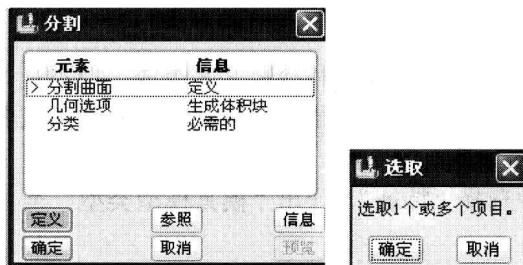
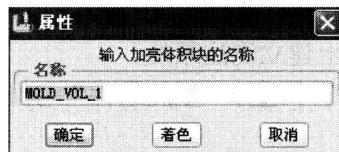

图 1-26 “分割”菜单
图 1-27 “属性”对话框
- ① 两个体积块：分割成两个元件。
- ② 一个体积块：分割一侧作为一个元件。
- ③ 所有工件：分割模具型腔组件的所有工件。
- ④ 模具体积块：分割一个模具元件体积块。
- ⑤ 选择元件：分割选定的元件。
(2) 在菜单管理器中选择“两个体积块”→“所有工件”→“完成”命令，弹出“分割”菜单，如图 1-26 所示。
在图 1-26 中选择合适的分模面，单击“确定”按钮，弹出“属性”对话框，如图 1-27 所示。
(3) 在图 1-27 中的“名称”选项中输入分割出来的第一个模具体积的名称，然后单击“确定”按钮。再次弹出如图 1-27 所示的“属性”对话框，输入第二个模具体积的名称，单击“确定”按钮。
(4) 单击“完成/返回”按钮，回到主菜单。